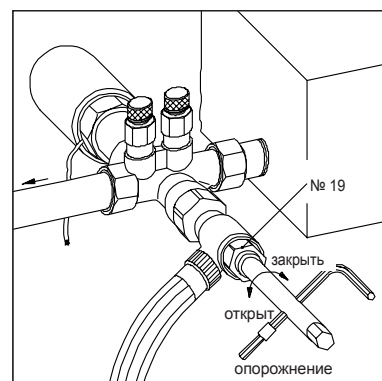

рис.4:
- 4 Навернуть инструмент для наполнения и опорожнения на штуцер и на отводе закрепить шланг диаметром $1/2''$ (рис. 4).
- 5 Шестигранный ключ №10 надеть на инструмент для заполнения и опорожнения и поворачивая влево, заполнить или опорожнить модуль охлаждения/отопления (рис. 4).
- 2 После заполнения надеть шестигранный ключ №10 на инструмент для заполнения и опорожнения и завернуть шток вентиля поворачивая ключ вправо (рис. 4).